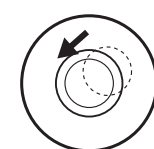
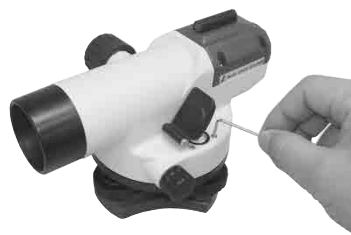

図11
図10 円型気泡管調整ネジによる気泡の調整
- (2) 円型気泡管調整ネジを回して(図10)気泡を中心に移動します。(図11)
- (3) 本体を180°回転させても気泡が中心にあれば調整は終了です。気泡が中心にない場合は(1)・(2)の作業を気泡が中心に来るまで繰り返して下さい。